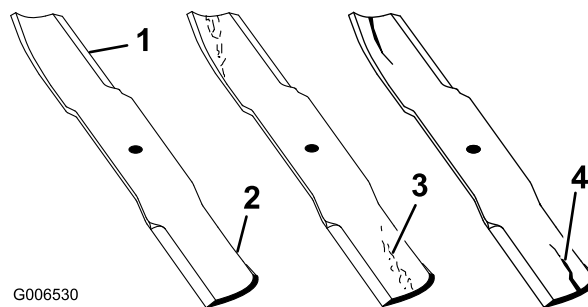

Figure 95
1. Examinez le tranchant des lames (Figure 95). Si les lames coupent mal ou présentent des indentations, déposez-les et aiguisiez-les; voir Aiguisage des lames.
2. Inspectez les lames, surtout la partie relevée (Figure 95). Remplacez immédiatement toute lame endommagée, usée ou qui présente une entaille (Figure 95).